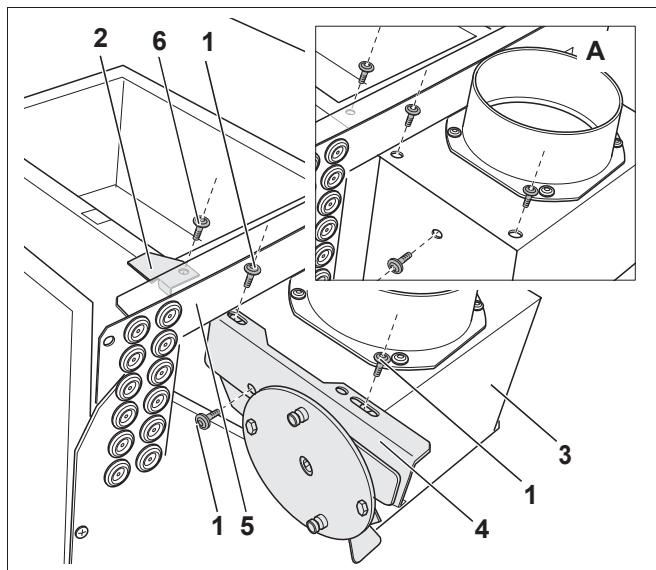
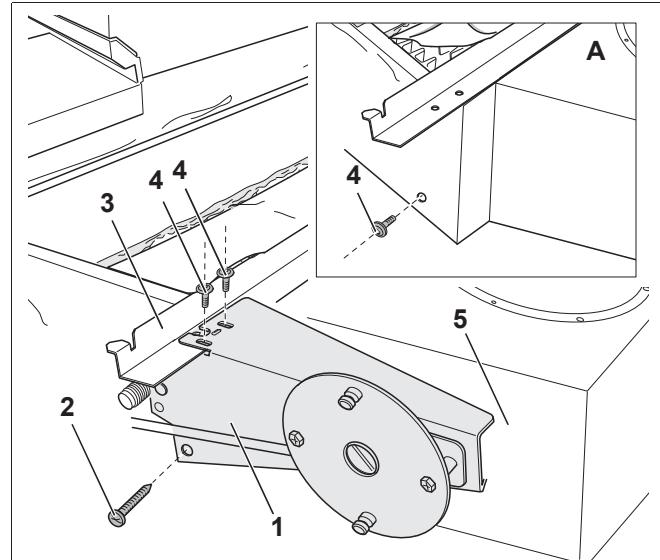
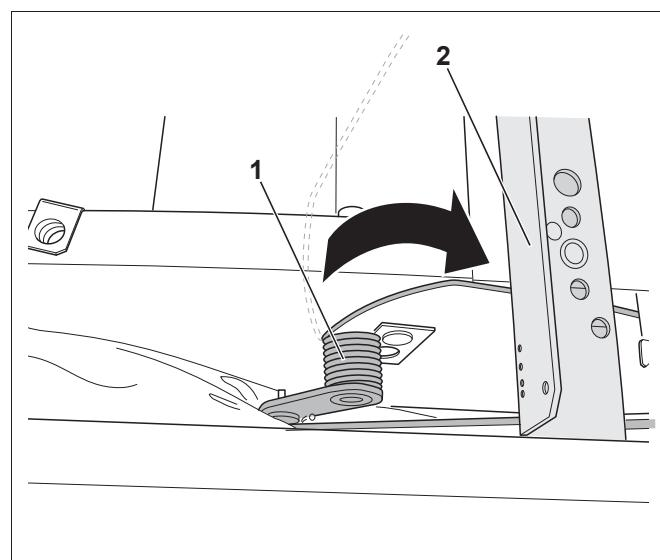

Рис. 9 Монтаж кронштейна AK 114/AK 204 (здесь на G114)
Рис. 10 Монтаж кронштейна AK 204 (для котла с 7 секциями), AK 304 и AK 334 (здесь на G334)
Рис. 11 Натяжение пружины (здесь на G334)
Монтаж кронштейна AK 114 показан здесь на примере котла G114 (рис. 9).
Крепежный уголок (рис. 9, [2]) требуется только для G114 и G124, чтобы натянуть пружину (рис. 11, стр. 10).
- Выверните три винта (рис. 9, [1]) из прерывателя тяги (рис. 9, [3]) (рис. 9, **выноска A**).
- Слегка оттяните заднюю стенку котла (рис. 9, [5]) так, чтобы можно было вынуть винт для крепежного уголка (рис. 9, [6]).
- Закрепите крепежный уголок (рис. 9, [2]) винтом (рис. 9, [6]) на прерывателе тяги (рис. 9, [3]).
- Закрепите заднюю стенку котла (рис. 9, [5]).
- Установите кронштейн (рис. 9, [4]) на прерыватель тяги (рис. 9, [3]).
- Закрепите кронштейн (рис. 9, [4]), завернув рукой три винта (рис. 9, [1]).
Монтаж кронштейна AK 204 показан здесь на примере котла G114 (рис. 9).
Монтаж AK 204 (для котла с 7 секциями), AK 304 и AK 334 показан здесь на примере котла G334 (рис. 10).
- Выверните винт (рис. 10, [4], выноска A) сбоку из прерывателя тяги.
- Закрепите кронштейн запорного клапана AK 304 (рис. 10, [1]) завернув рукой прилагаемый саморез (рис. 10, [2]) сбоку в прерыватель потока (рис. 10, [5]).
- Закрепите кронштейн (рис. 10, [1]), завернув рукой прилагаемые винты (рис. 10, [4]) в нижнюю траверсу (рис. 10, [3]).
- Зацепите пружину (рис. 11, [1]) под крепежным уголком (рис. 9, стр. 9).
- Заведите пружину (рис. 11, [1]), как показано на рис. 11, под нижнюю траверсу (рис. 11, [2]).
- Затяните винты (рис. 9, стр. 9) и саморез (рис. 10, стр. 10) кронштейна.